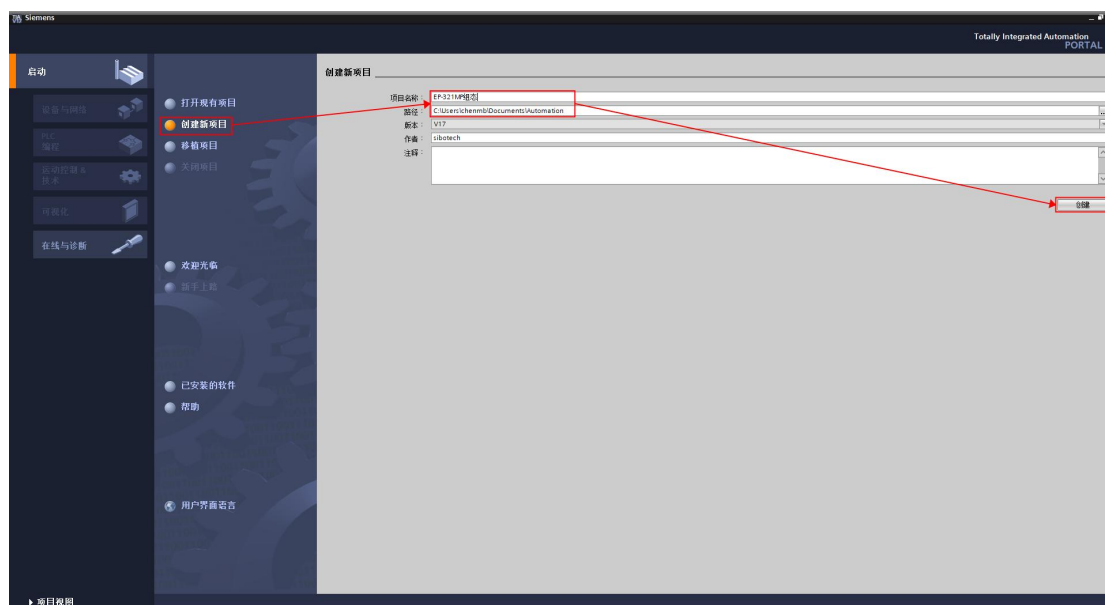

图 1 创建新项目
1. 双击图标打开 TIA Portal v17 软件，进入软件后点击左侧“创建新项目”，设置完成项目名称和保存路径等信息后，点击“创建”，如图 1 所示：